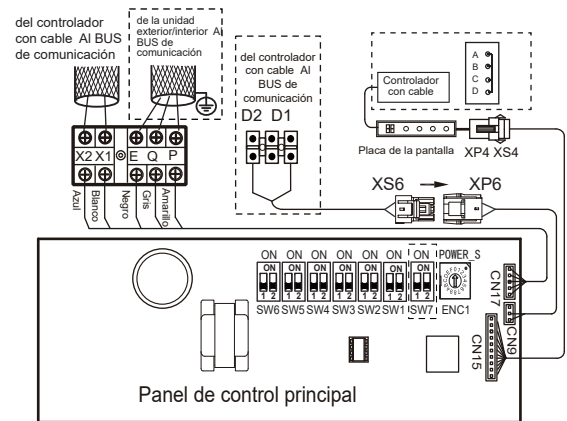

Figura 6.10
- Los puertos X1/X2, D1/D2 en los lados de la placa de control principal y el puerto de comunicación unidireccional (lado de la placa de la pantalla) son para diferentes tipos de controladores con cable (véase figura 6.10).